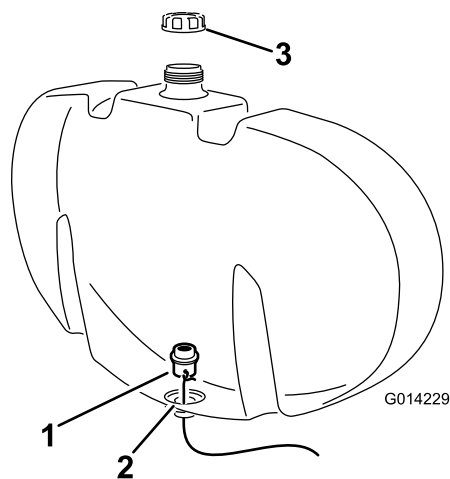

Рисунок 3
- E. Используя провод в качестве направляющего приспособления, установите переходной штуцер в отверстие на дне бака (**Рисунок 3**).
Е. Скорректируйте положение переходного штуцера в отверстии так, чтобы прозрачная прокладка плотно прилегала к внутренней стенке промывочного бака (Рисунок 3).